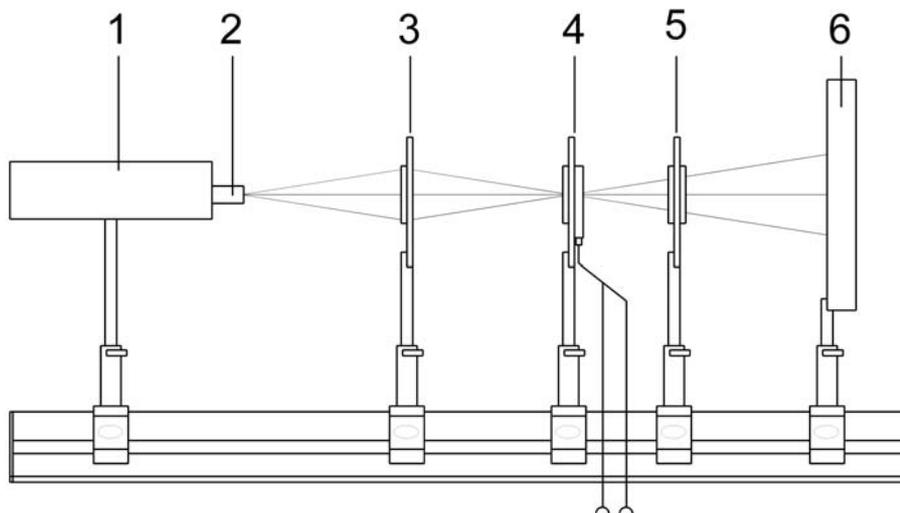

Fig. 4 Costruzione per dimostrazione della doppia rifrazione su un cristallo LiNbO_3 .
- Struttura di prova come da Fig. 4. Regolare il raggio luminoso spostando laser e lente collettrice fino a quando il fuoco non si trova nel cristallo della cella di Pockels.